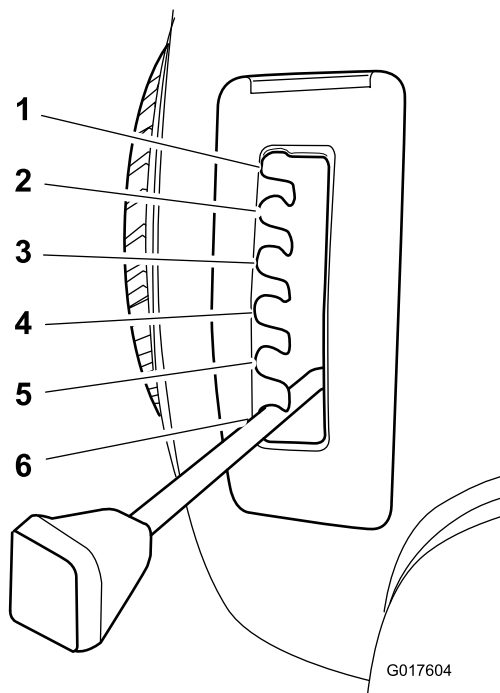

Figura 9
4. Tirate la leva di regolazione dell'altezza di taglio sul trattore e spostatela nella posizione desiderata (Figura 9).